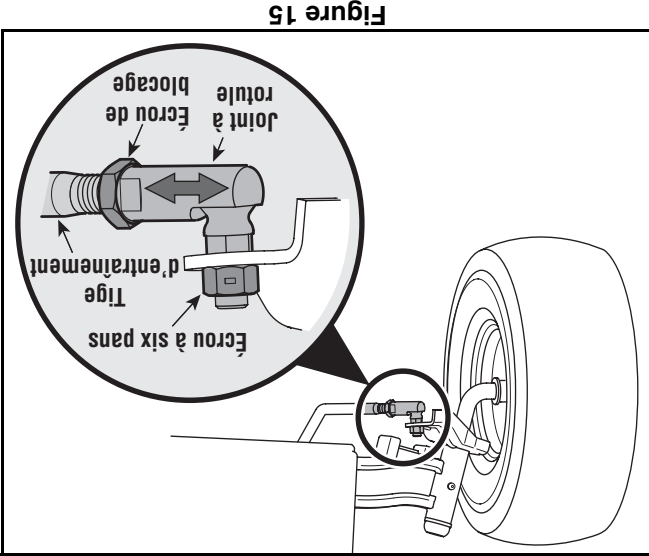

Figure 15
- Desserrez l'écrou de blocage de la tige d'entraînement sur l'arrière du joint à rotule. Voir la Figure 15.
- Retirez l'écrou à six pans et la rondelle-frein sur le dessus du joint à rotule. Voir la Figure 15.